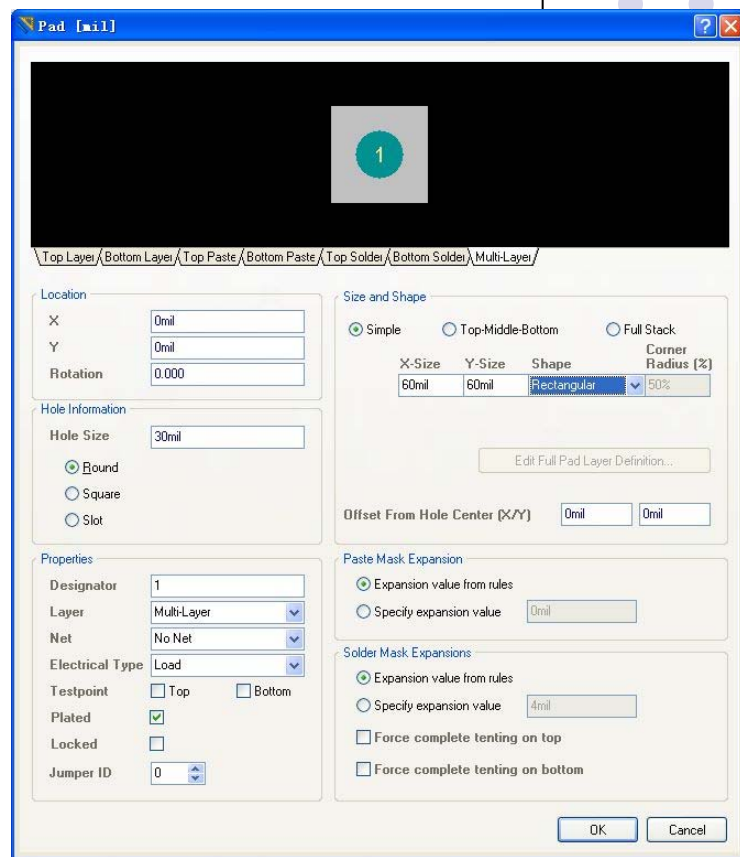

图5-10 放置焊盘之前设置焊盘参数
- (1) 执行Place → Pad命令（快捷键为P,P）或单击工具栏按钮，光标处将出现焊盘，放置焊盘之前，先按Tab键，弹出Pad[mil]对话框，如图5-10所示。
- (2) 在图5-10所示对话框中编辑焊盘各项属性。在Hole Information选择框，设置Hole Size(焊盘孔径): 30mil, 孔的形状: Round(圆形); 在Properties选择框，在Designator处，输入焊盘的序号1，在Layer处，选择Multi-Layer(多层); 在Size and Shape(大小和形状)选择框，X-Size: 60mil, Y-Size: 60mil, Shape: Rectangular(方形)，其它选缺省值，按OK按钮，建立第一个方形焊盘。
- (3) 利用状态栏显示坐标，将第一个焊盘拖到 (X: 0, Y: 0) 位置，单击或者按Enter确认放置。
- (4) 放置完第一个焊盘后，光标处自动出现第二个焊盘，按Tab键，弹出Pad[mil]对话框，将焊盘Shape(形状)改为: Round (圆形)，其他用上一步的缺省值，将第二个焊盘放到 (X: 100, Y: 0) 位置。注意：焊盘标识会自动增加。
- (5) 在 (X: 200, Y: 0) 处放置第三个焊盘（该焊盘用上一步的缺省值），X方向每隔100mil, Y方向不变，依次放好第4、5焊盘。
- (6) 然后在 (X: 400, Y: 600) 处放置第6个焊盘（Y的距离由实际数码管的尺寸而定），X方向每次减少100mil, Y方向不变，依次放好7-10焊盘。